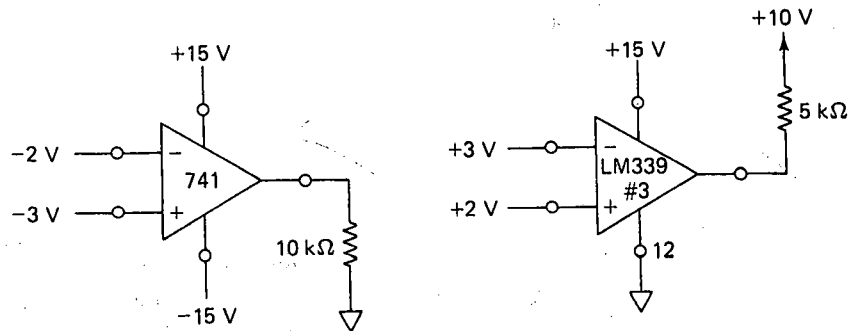

FIGURA P2-6
- 2-6. Los dos amplificadores de la figura P2-6 se fabrican en un encapsulado de 14 patas dobles en línea; (a) enumere las terminales; (b) calcule E_a ; y (c) encuentre V_o .